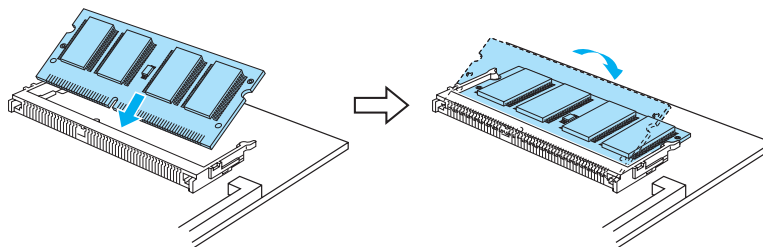

Figure 4-23
- 4 Appuyez sur **Set** pour imprimer la liste des polices optionnelles (Figure 4-23).